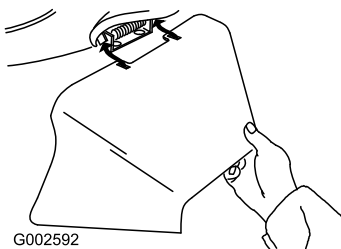

Figura 31
3. Instale el conducto de descarga lateral y cierre la puerta sobre el conducto (Figura 31).